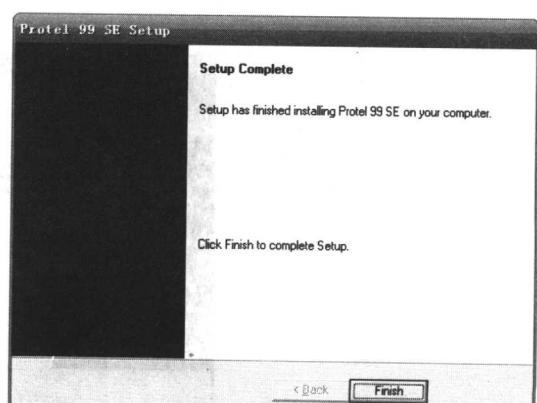

图 1-7 Protel 99 SE 完成安装
(7) 安装完成后，弹出如图 1-7 所示的安装结束对话框，单击 **Finish** 按钮即可完成安装。